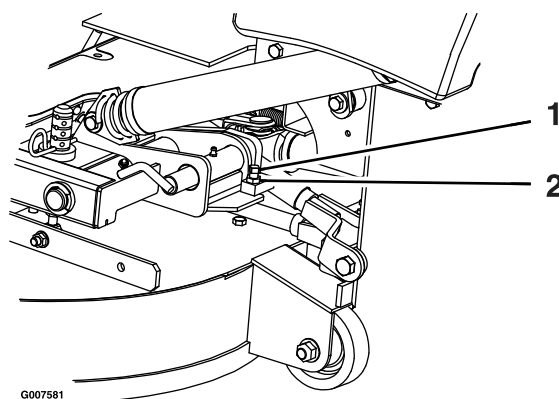

Figura 70
2. Afloje la contratuerca y gire el tornillo de tope en sentido horario hasta que el pasador de bloqueo esté apretado y no pueda girarse con la mano (Figura 70).